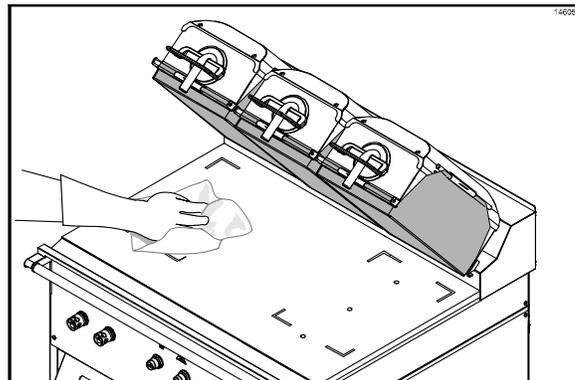

Figura 69
41. Limpie la superficie inferior de la parrilla con un paño para parrillas limpio mojado con solución desinfectante. Repita hasta que la superficie esté limpia. (Vea la figura 69.)